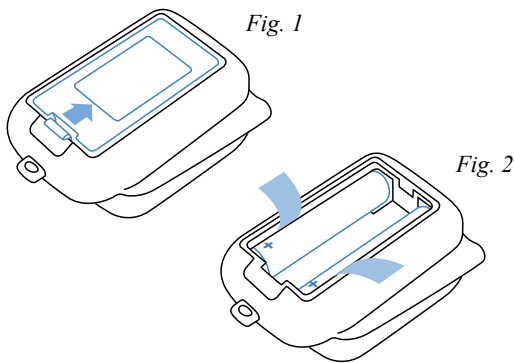

Fig. 1
1. Rilasciare la linguetta dello scomparto della batteria sul lato posteriore del dispositivo, nella direzione della freccia. Rimuovere il coperchio dello scomparto della batteria (Fig. 1).